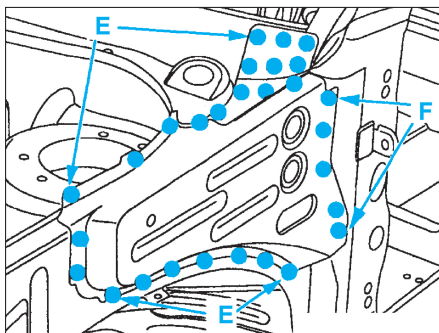

FIG. 37
- Souder par cordons successifs au MIG suivant (D) et meuler.
- Souder par points électriques suivant (E) (avec l'équipement AB1) (Fig.37).